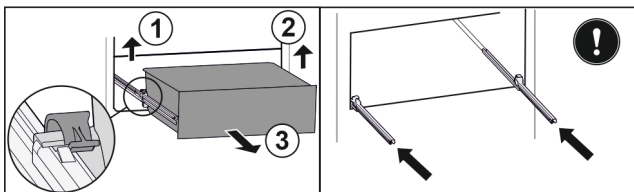

Fig. 93
- ▶ Повдигнете лявата скоба и едновременно с това изтеглете напред чекмеджето отляво. *Fig. 93 (1)*
- ▶ Повдигнете дясната скоба и едновременно с това изтеглете напред чекмеджето отдясно. *Fig. 93 (2)*
- ▶ Извадете чекмеджето напред. *Fig. 93 (3)*